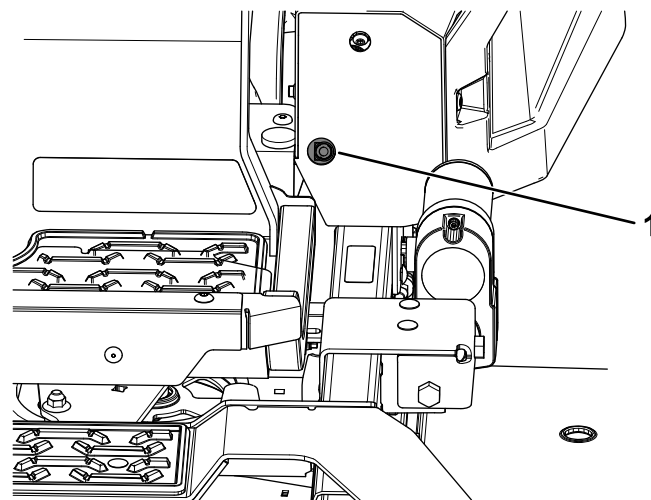
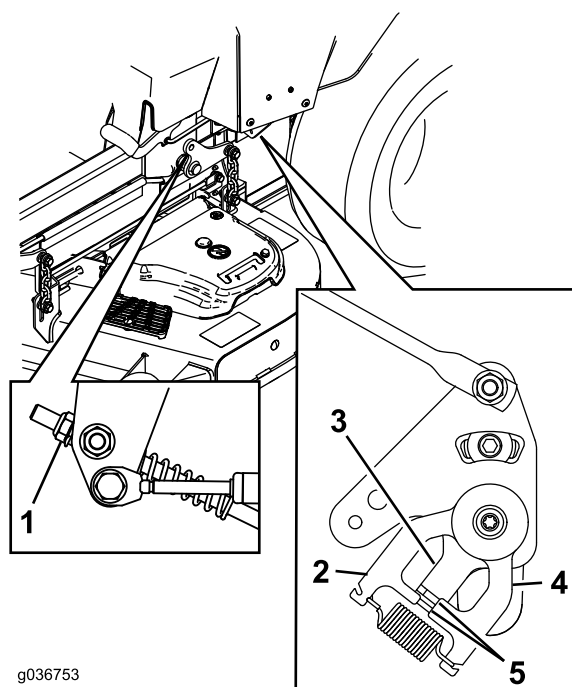

Figura 63
Figura 64
11. Reglăi lungimile tijei de control a pompei prin rotirea piuliței în direcția corespunzătoare până când roile încep să se rotească ușor în mararier (Figura 63 i Figura 64).